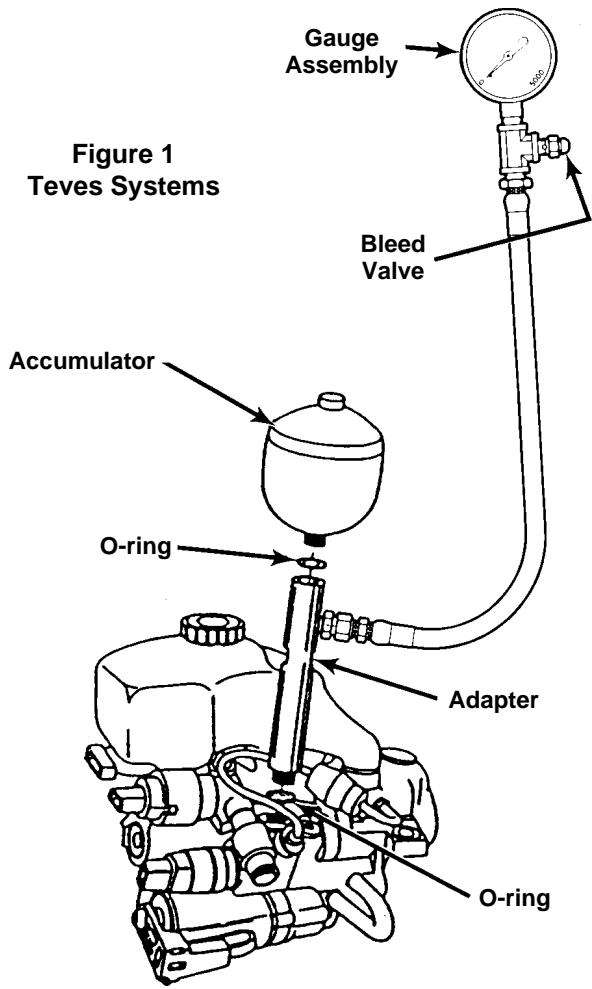

Figure 1
- Procéder à la diminution de la pression du circuit hydraulique en pesant sur la pédale de frein à fond au moins de 20 à 40 fois. Lorsque la résistance à la pédale de frein est augmentée, peser à nouveau sur la pédale à trois (3) reprises.
- SYSTEME TEVES:** Enlever l'accumulateur (avec joint torique) du corps de la pompe. Visser l'adaptateur dans le corps de la pompe, puis installer l'accumulateur sur l'adaptateur comme indiqué à la Figure 1. **Attention: le fluide du circuit de freinage est sous une pression très élevée. Lors des essais de pression des systèmes Teve, NE PAS ouvrir la vanne de purge lorsque l'accumulateur est sous charge. La vanne de purge doit être bien fermée avant de mettre le contact pour démarrer la pompe.**
- TEVES SYSTEMS:** Remove accumulator (with o-ring) from pump body. Thread adapter into pump body, and install accumulator onto adapter as shown in Figure 1. **Caution: Brake fluid is under extremely high pressure. When pressure testing Teves systems, do NOT open bleed valve when accumulator is charged. Bleed valve must be tightly closed before turning ignition ON to start pump.**